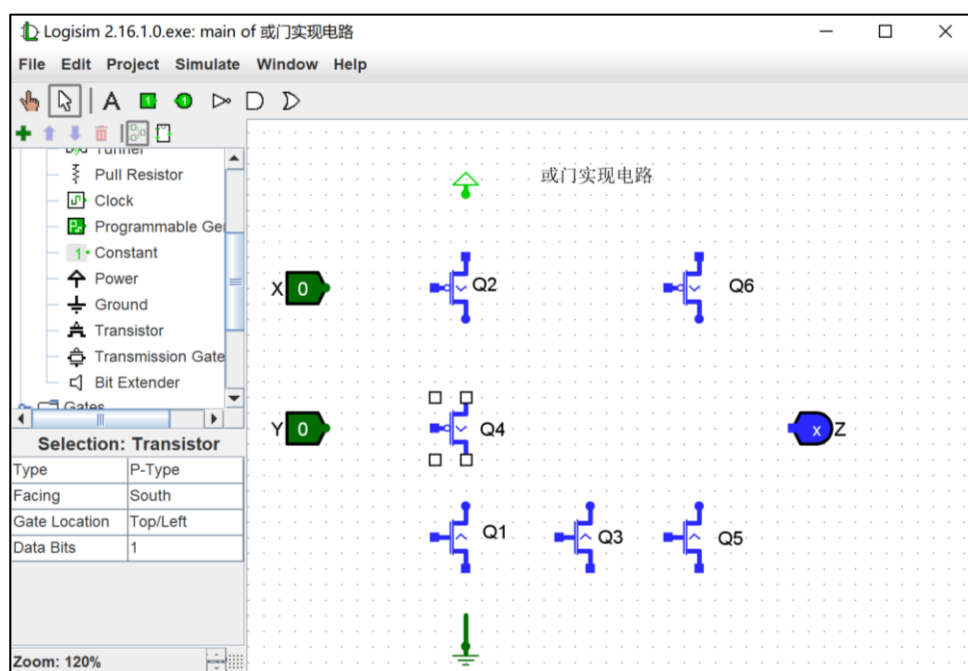

图 11.8 实现或门电路时的部件图
2) 添加晶体管。如图 11.8 所示，在 Logisim 的工作区中放置晶体管，选择晶体管类型为 P-Type（PMOS 管），朝向选择为 South，复制该晶体管 3 只。添加 NMOS 晶体管 3 只，朝向选择为 North。添加输入引脚、输出引脚和电源、地线。注意 PMOS 管和 NMOS 管图标中箭头朝向的区别。